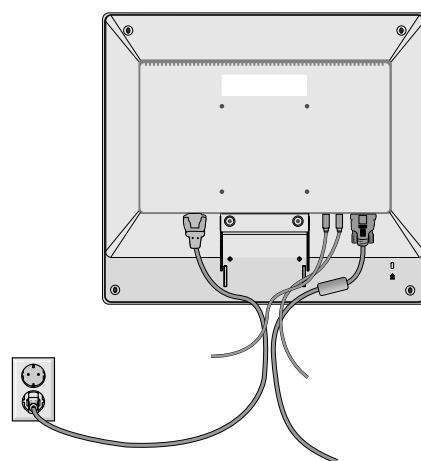

Рисунок R.3
5. Подсоедините кабель питания переменного тока и кабель сигнала к задней панели монитора (**Рисунок R.3**).